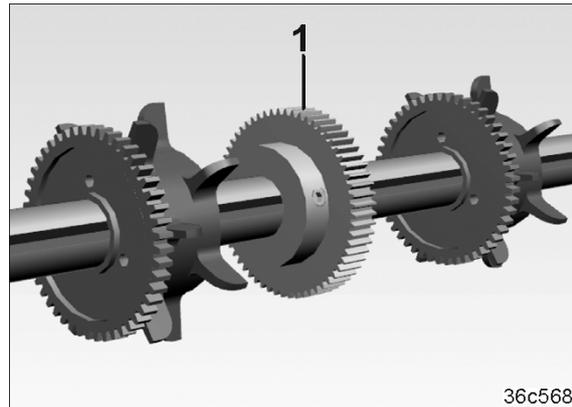

Fig. 230
8. Montieren Sie das Zahnrad (Fig. 230/1) auf der Bohnensäwelle.